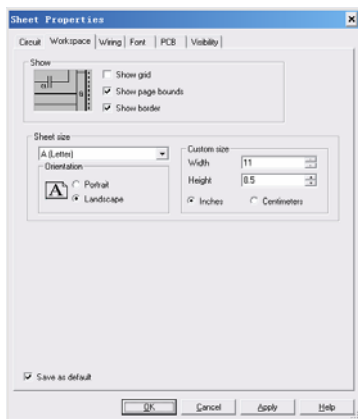

图 4-1 “Sheet Properties”对话框
1) 选择菜单“Options”→“Sheet Properties”→“Workspace”（或者在电路窗口内单击鼠标右键选择“Properties”→“Workspace”选项）命令，系统弹出“Sheet Properties”对话框，如图 4-1 所示。
默认情况下，元器件设计工具栏图标按钮是可见的。单击工具栏图标，打开详细的浏览窗口，如图 4-1 所示。窗口中各栏功能如下。